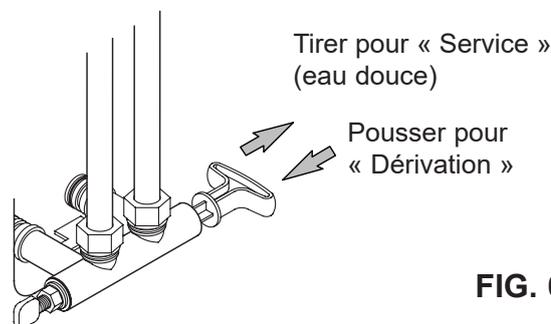

FIG. 6
Installez toujours un by-pass simple (fourni), comme illustré sur la figure 6. Si vous préférez, vous pouvez acheter et assembler les pièces d'un système de dérivation à 3 vannes (non fourni), comme illustré sur la figure 7. Pour les besoins d'entretien de l'adoucisseur d'eau, les vannes de dérivation vous permettent de fermer l'eau qui lui est destinée sans que la tuyauterie de votre habitation reste à sec.
2. Mettez le by-pass (ou le système de dérivation à 3 vannes) en position de dérivation. Voir les figures 6 et 7 de la page 3.